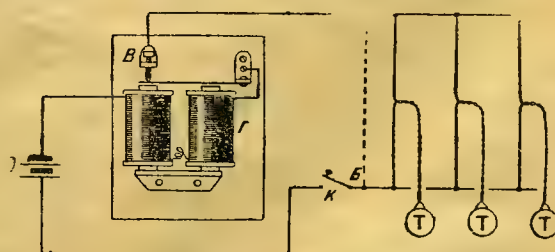

Рис. 3. Схема учебной станции.
5. Схема учебной станции составляется из батареи, пинтика, ключа и потребного числа телефонов (см. рис. 3).